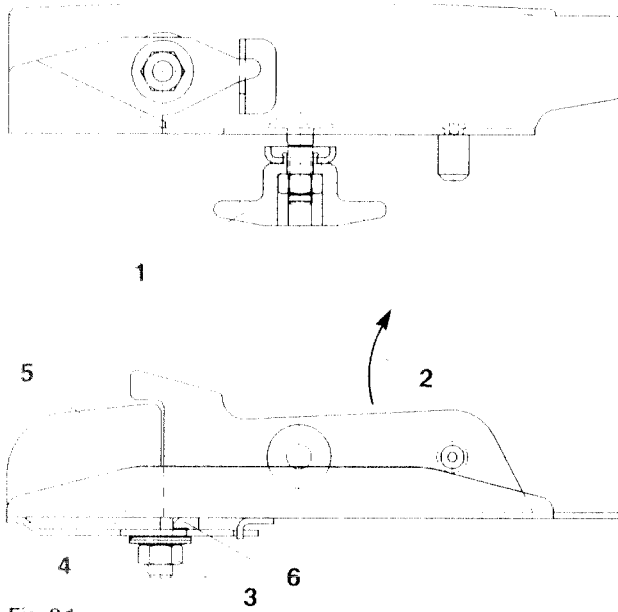

Fig. 9.1
- Desserrer l'écrou-papillon (fig. 9.1/1) et remplacer l'aube.
**Veiller à monter l'aube correctement. Le côté ouvert du profilé en U de l'aube doit être orienté dans le sens de rotation (fig. 9.1/2).**
- Desserrer l'écrou autobloquant (laiton Cu Zn) (fig. 9.1/3) et le retirer avec les rondelles élastiques (fig. 9.1/4).
- Remplacer l'extrémité de l'aube relevable (fig. 9.1/5).
**Attention au positionnement de la rondelle en plastique (fig.9.1/6) entre l'aube d'épandage et l'extrémité de l'aube relevable.**